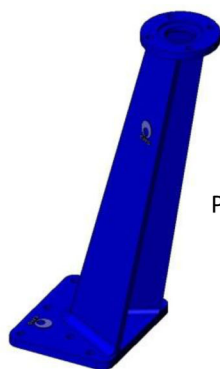

Рис. 9
- Управляющая колонна, наклонная (Рис. 9)